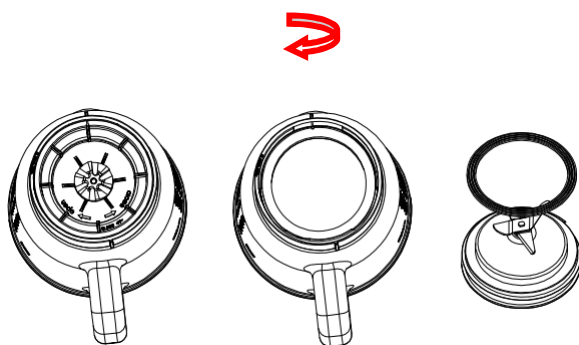

Fig.8
4. Desmonte todas as peças destacáveis. Retire o conjunto do jarro da unidade do motor. Rode o conjunto das lâminas no sentido horário do fundo da base do jarro para o desencaixar; remova o anel de vedação 2 e o conjunto das lâminas (Ver Fig. 8). Além disso, desencaixe o anel de vedação 1 da tampa do jarro.